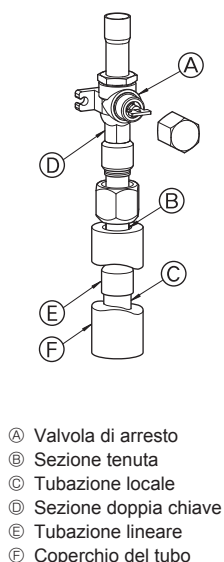

Fig. 4-3
- Per il collegamento delle tubazioni lato gas, procedere nel modo seguente. (Fig. 4-3)